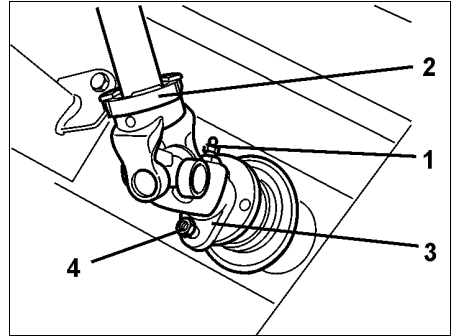

Fig. 60
- Die lose mitgelieferten **Schrauben 8 x 30, DIN 931, 8.8** sind **Ersatzserschrauben** (Fig. 60/4) zur Befestigung der Aufsteckgabel der Gelenkwelle am Flansch der Getriebeeingangswelle. Gelenkwelle stets mit Fett auf Getriebeeingangswelle aufstecken.